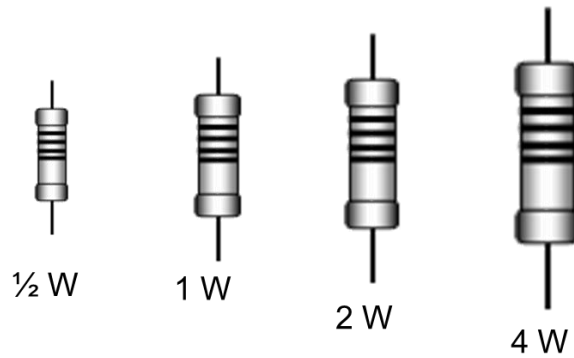

Figura 2.17
- **Resistencia metalizada :** Una de las desventajas es que sufre algunas variaciones con la temperatura, no así las resistencias metalizadas, de construcción similar a las anteriores pero con una hélice de metal, por lo que para algunas aplicaciones especiales tales como instrumentos de medida, se prefieren. En ambos casos, una vez terminada la resistencia, se le aplica una capa de pintura y franjas de color para definir su valor y tolerancia. El tamaño de ambas construcciones define la potencia máxima que pueden tolerar sin deterioros. Al hablar de tamaño, para estas resistencias, el mismo está normalizado para valores de potencia hasta 4 Watts, cuya relación de tamaños aproximados de observan en la Figura 2.17